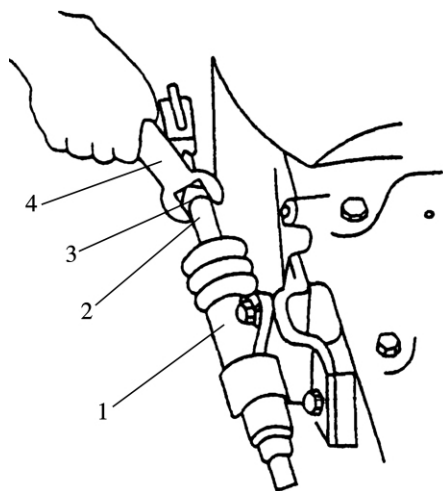

图 2-3 液压操纵式离合器踏板自由行程的调整(一)
(1)用扳手松开离合器工作缸推杆上的锁紧螺母,调长推杆,离合器踏板自由行程减小,反之,离合器踏板自由行程增大(图 2-3)。